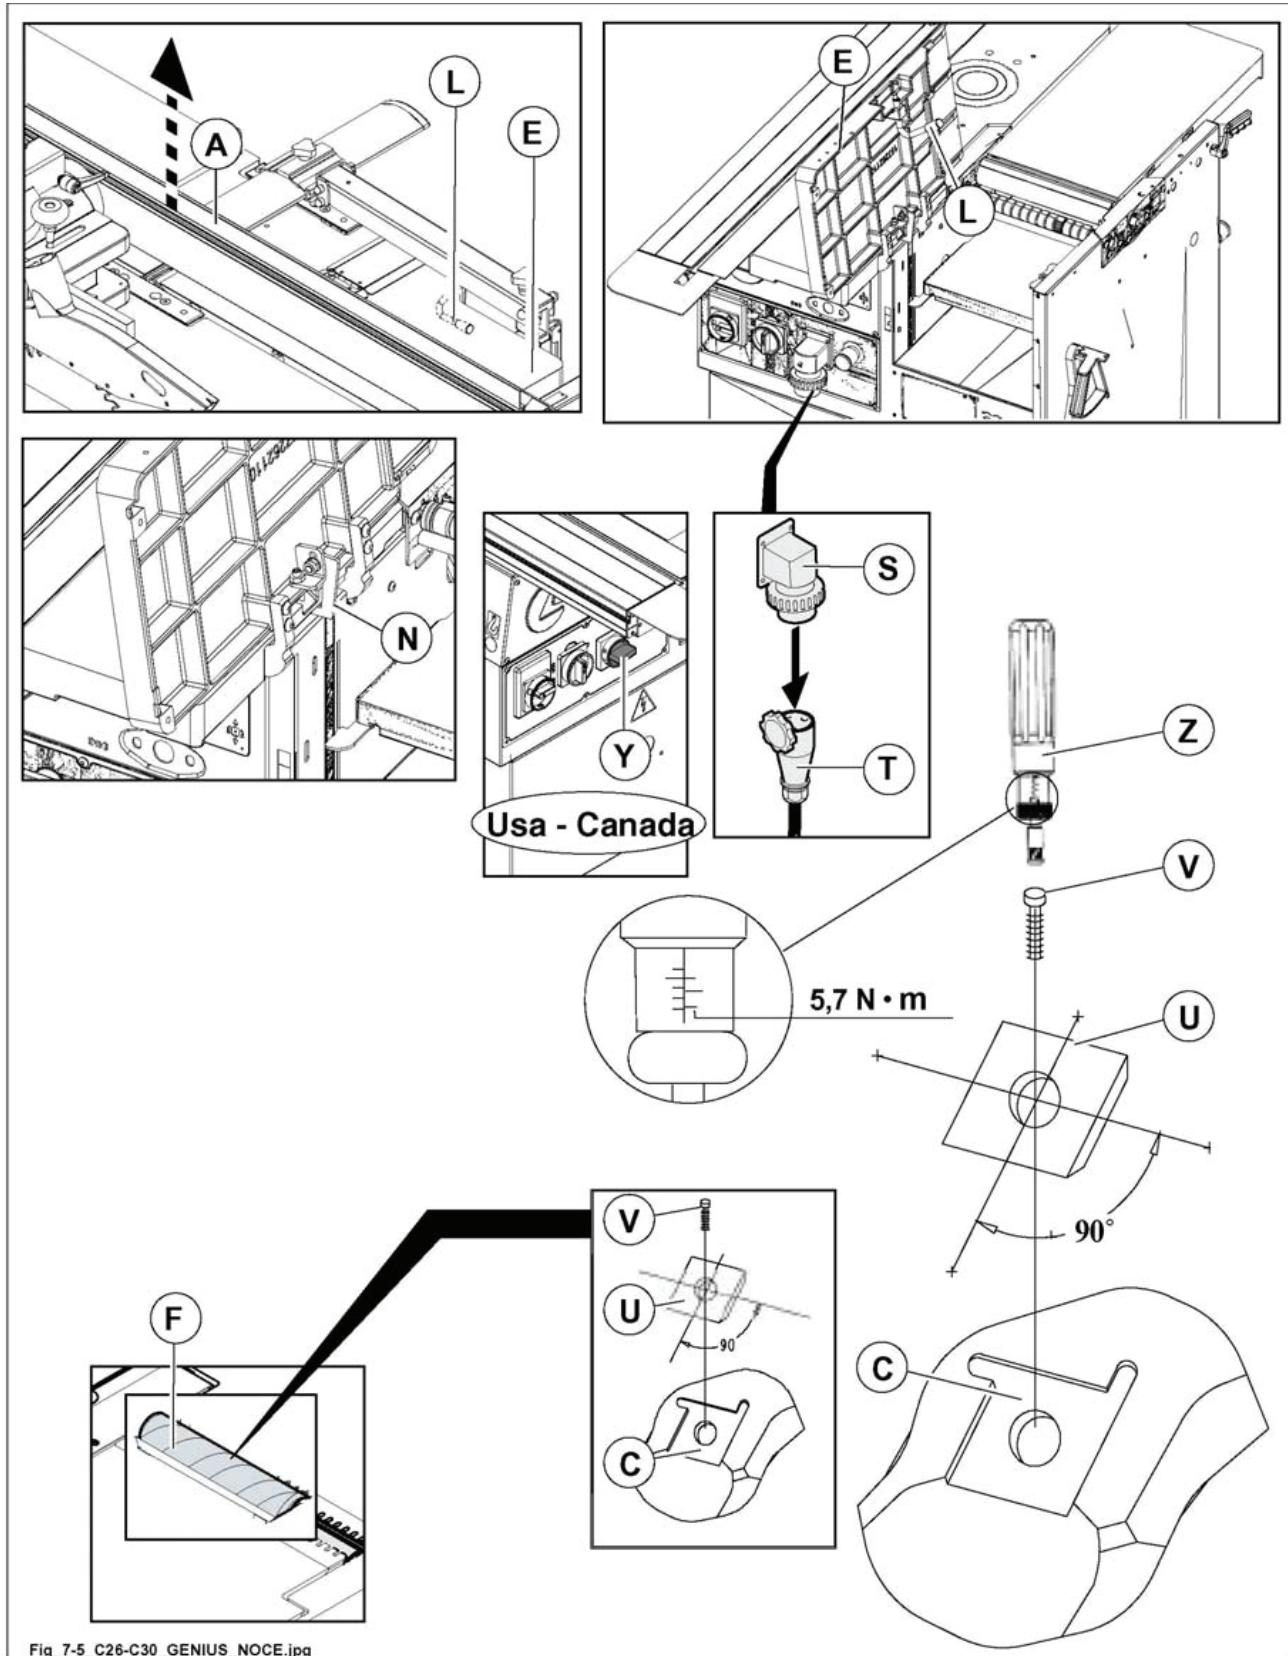

Рис. 7.5
**ОПАСНОСТЬ-ВНИМАНИЕ:***Любые операции наладки станка должны проводиться при не вращающемся шпинделе.***ОПАСНОСТЬ-ВНИМАНИЕ:***Перед началом любой технической процедуры обесточить станок, вынув вилку Т из розетки S.**Исполнение по нормам США и Канады: Перед началом действий по уборке, техническому обслуживанию, наладке станка или замене его элементов надлежит перевести в нулевое положение выключатель общего питания Y (рис. 7.5), заблокировать его навесным замком и вывесить соответствующий предупреждающий плакат.***ОПАСНОСТЬ-ВНИМАНИЕ:***при манипуляциях с инструментами используйте перчатки.*
**ОПАСНОСТЬ-ВНИМАНИЕ:***Снять фуговальную направляющую линейку A (рис. 7.5) со стола.*
- Ослабить фиксатор L (рис. 7.5) и поднять задний фуговальный стол E (рис. 7.5);
**ВНИМАНИЕ:***Убедиться, что фиксатор N (рис. 7.5) раскрытия стола занимает правильное положение.*
- Повернуть вал строгального узла (F рис. 7.5), чтобы установить пластину в легко доступное положение для замены.
Отвинтить закрепляющий винт (V Рис. 7.5) и вынуть режущую пластинку (U Рис. 7.5).
Очистить опорную плоскость (C Рис. 7.5), чтобы накопившаяся пыль не увеличивала толщины.
Вставить закрепляющий винт (V Рис. 7.5) и при помощи динамометрического ключа (Z Рис. 7.5), затянуть его.
- Вынуть фиксатор N (рис. 7.5) и свести столовы.
**ЛИШЬ ПОСЛЕ ЭТОГО опустить задний фуговальный стол E (рис. 7.5) и зафиксировать его, опустив рычаг L (рис. 7.5).**